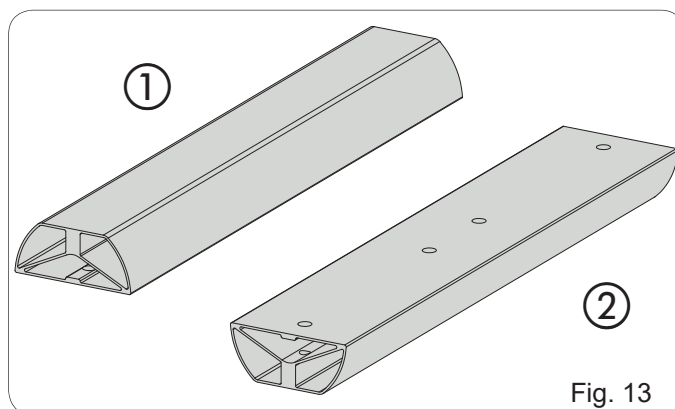
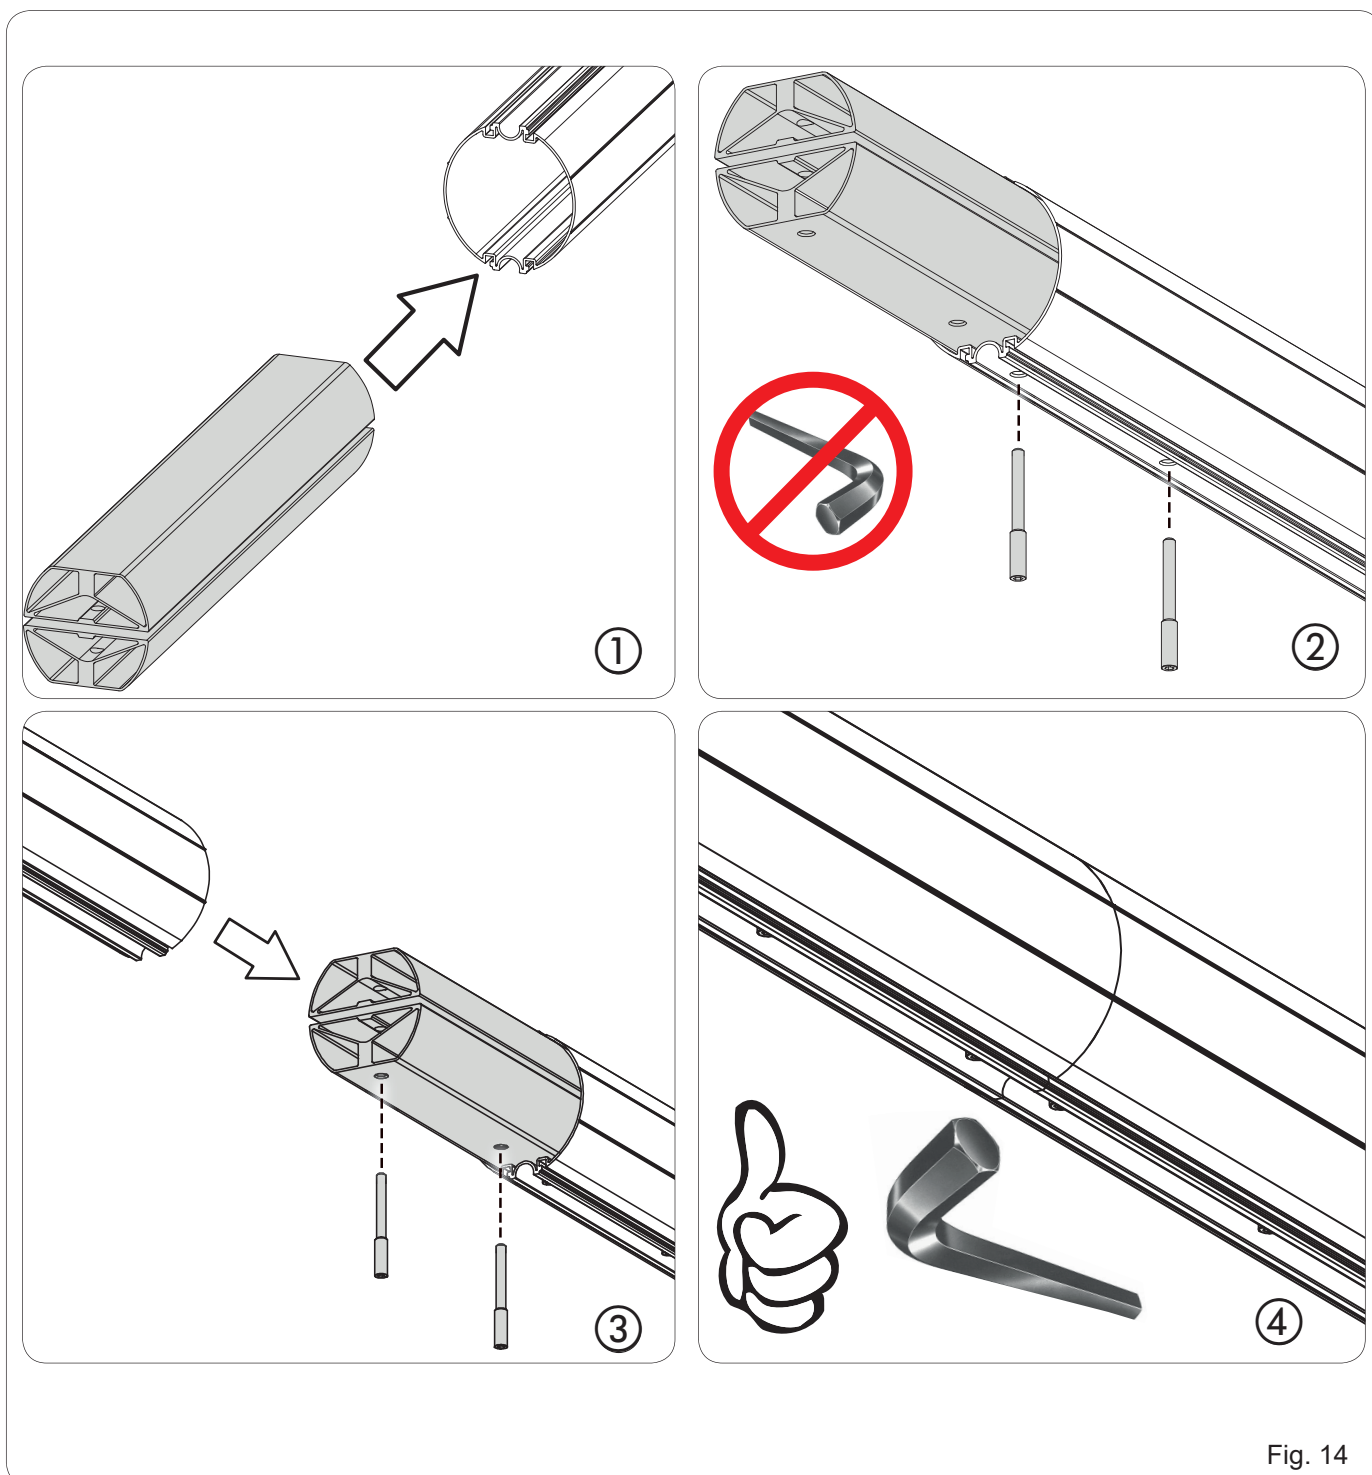

Fig. 13
Fig. 14
- Si l'application nécessite une lisse sectionnelle, préparer le joint d'après la Fig. 13 et suivre les étapes indiquées dans la Fig. 14 de ① à ④ pour ajouter la section supplémentaire.